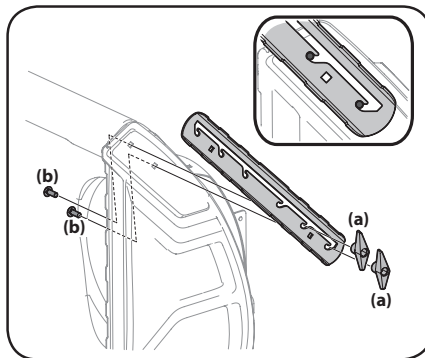

Figura 2-47
1. Retire los dos pernos de carro (a) y las tuercas de mariposa (b) que sujetan cada cortador de desplazamiento de nieve y retírelos de los lados de la caja de la barrena. Consulte Figura 2-47.
2. Gire los cortadores de desplazamiento de nieve y ubíquelos como se muestra en la Figura 2-47 hacia el exterior de la caja de la barrena.